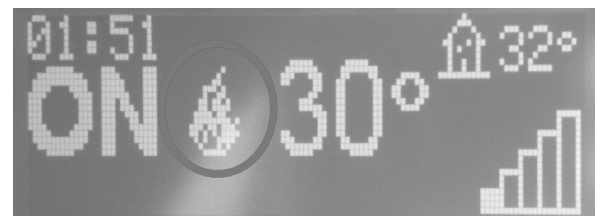

Fig. 9 - Majhen plamen
- Če vrednost sobne temperature preseže omejitev, nastavljeno s tipkami v nastavitvah temperature, se toplotna moč zmanjša na minimum in se prikaže majhen plamen (glejte **Fig. 9**). Ko se sobna temperatura vrne pod nastavljeno temperaturo, se peč vrne na raven nastavljene moči.